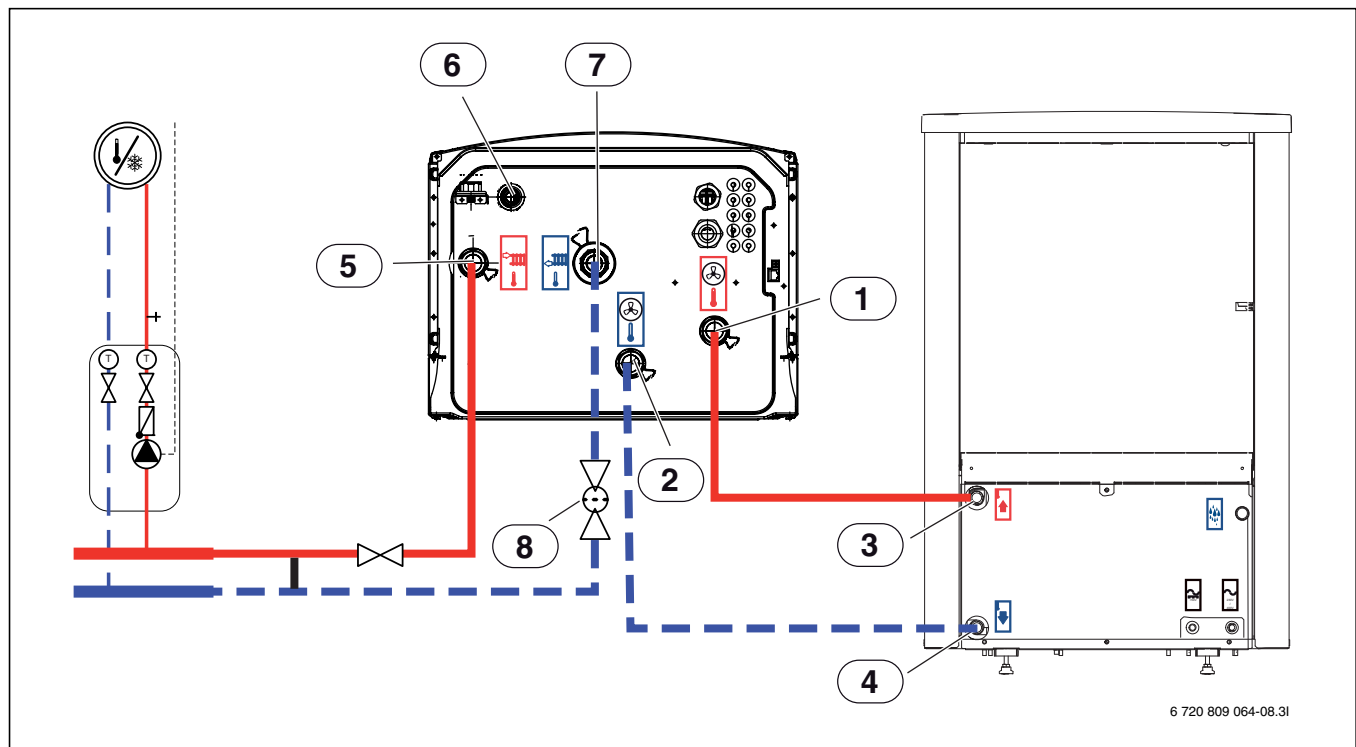

Bild 30 Anslutning av värmepumpsmodul med eltilskott till värmepump och värmesystem
- ▶ Dra spillvattenslangen från [6] Bild 30 nedåt till en frostfri avrinning.
- ▶ Anslut rör för värmebärare in från värmepumpen till [1] Bild 30.
- ▶ Anslut rör för värmebärare ut till värmepumpen till [2] Bild 30.
- ▶ Anslut returledning från värmesystemet till [7] Bild 30.
- ▶ Anslut framledning till värmesystemet till [6] Bild 30.